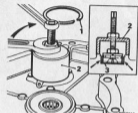

Abb. F.23
45. Laufring (Pfeil) mit Werkzeug 18G 617A abheben, Abb. F.23.
49. Einzelteil des Werkzeugs 18G 617A verwenden um Laufring des Antriebslagerzapfenlagers in das Schwerganggehäuse einzutreiben, Abb. F.23.